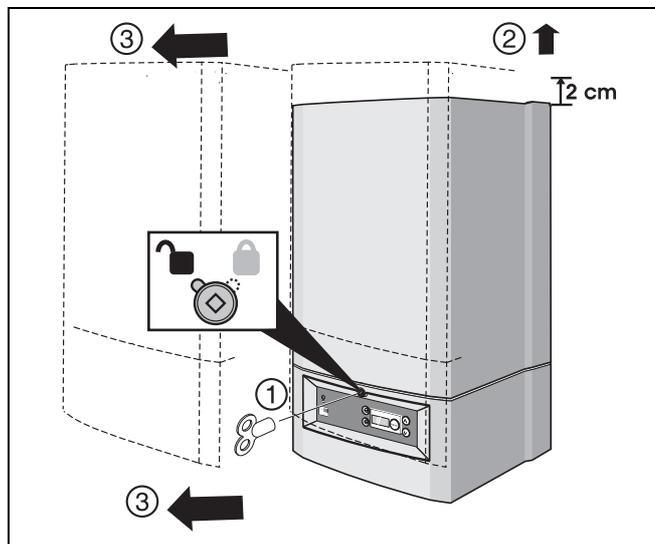

Fig. 19 Togliere il rivestimento
- Allentare la vite di sicurezza con la chiave di sfato per radiatori e rimuovere il rivestimento (fig. 19).